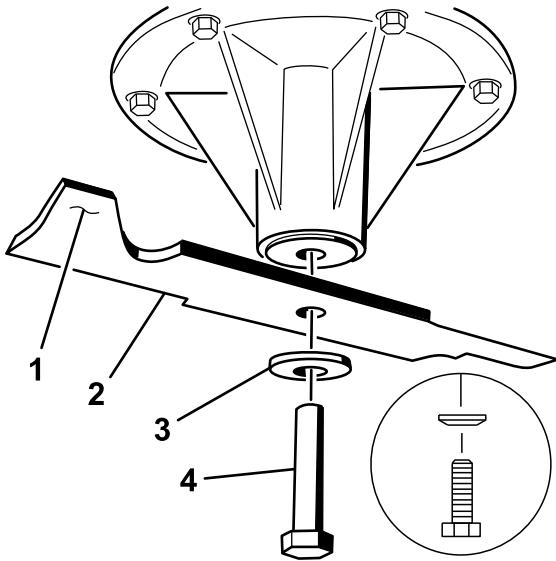

Figure 98
1. Placez la lame sur l'axe (Figure 98).
2. Mettez en place la rondelle élastique et le boulon de la lame. Le côté bombé de la rondelle élastique doit être dirigé vers la tête du boulon (Figure 98). Serrez le boulon à un couple de 115 à 150 Nm (85 à 110 pi-lb).